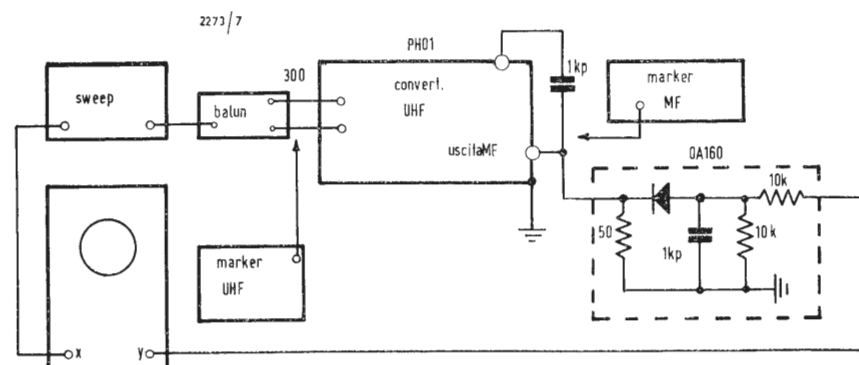

Fig. 5
L'asse verticale dell'oscillografo sarà collegato come indicato in fig. 5 tramite la solita resistenza di disaccoppiamento da 10.000 Ω . La sensibilità dell'amplificatore verticale dovrà essere di almeno 2 mV.
c) Collegare l'uscita del generatore (sweep) a radio frequenza (300 Ω) alla spina di antenna del convertitore accoppiando il marker come indicato in fig. 5 ed in modo da non provocare un notevole sbilanciamento del circuito.